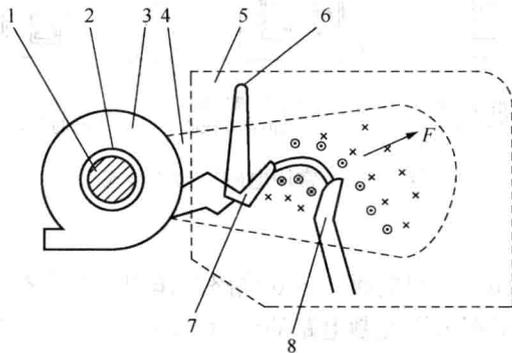

图 1-1-5 磁吹式灭弧装置
3) 磁吹灭弧。磁吹灭弧装置的结构如图 1-1-5 所示。磁吹灭弧方法是利用电弧在磁场中受力，将电弧拉长，并使电弧在冷却的灭弧罩窄缝中运动，产生强烈的消电离作用，从而将电弧熄灭。